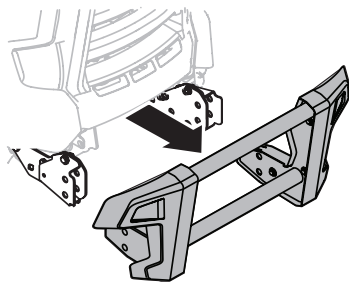

Figure 57
2. Retirez le grillage de protection. Voir Figure 57.